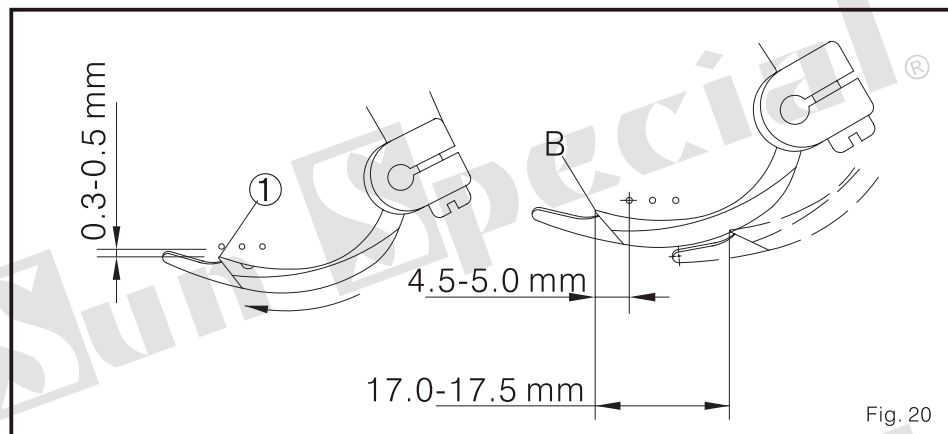

Fig. 20
2. Quando o distribuidor 1 movimento, A gorjeta (B) tem que isto para 0.3-0.5 mm em frente à agulha esquerda. Também, Quando o distribuidor 1 movimento à esquerda ponto morto, o espaço entre a gorjeta (B) e o fio central da agulha esquerda deveria ser de 4.0-5.0 mm. (Fig.20)